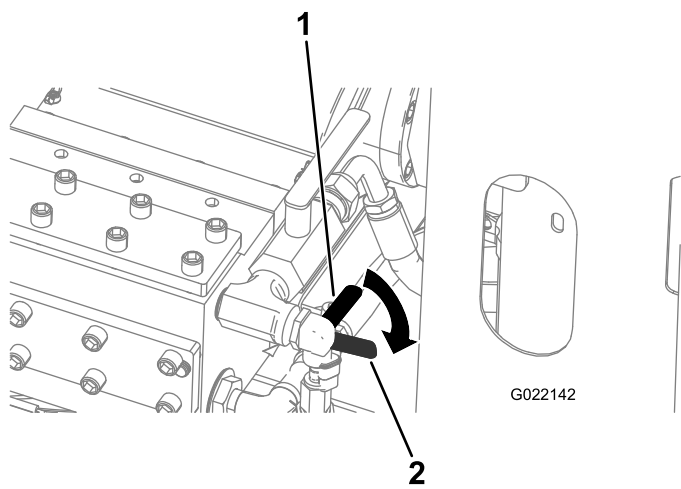

Рисунок 152
- А. Откройте клапан антифриза на передней стороне насоса бурового раствора (нижний клапан), как показано на Рисунок 152.
6. Закройте клапан антифриза (Рисунок 152).